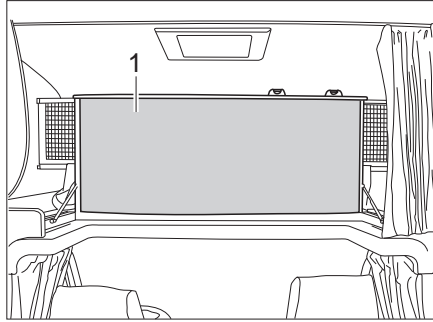

Bild 121 Alkovenbett, nach oben geklappt
- Alkovenbett (Bild 121,1) vorn nach oben klappen. Das Alkovenbett wird von Gasdruck-Federn in der oberen Stellung gehalten.